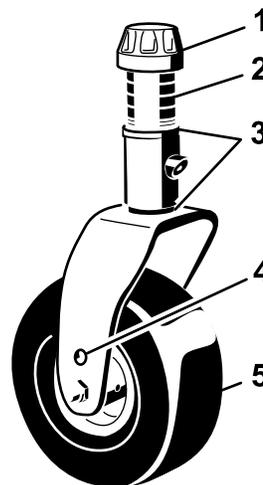
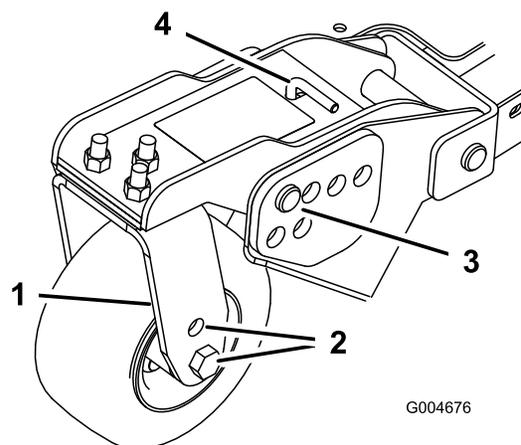
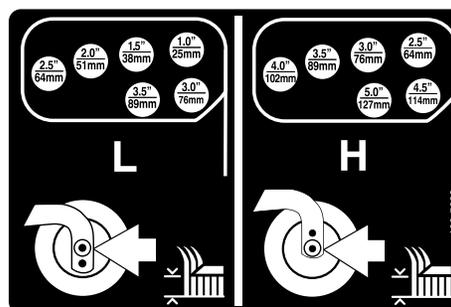

Figura 26
Figura 28
Figura 29
- Posizionate gli assali delle ruote orientabili negli stessi fori di tutte le forcelle (Figura 26 e Figura 28).
- Togliete il cappuccio di tensione dall'asse del perno ed estraete il perno dal braccio della ruota orientabile (Figura 26).
- Togliete la coppiglia ed i perni con testa dai bracci di rotazione delle ruote orientabili (Figura 28).
- Girate il tenditore per alzare o abbassare il braccio di rotazione finché i fori non sono allineati con i fori della staffa dell'altezza di taglio selezionati, nel telaio del piatto di taglio (Figura 28 e Figura 29).